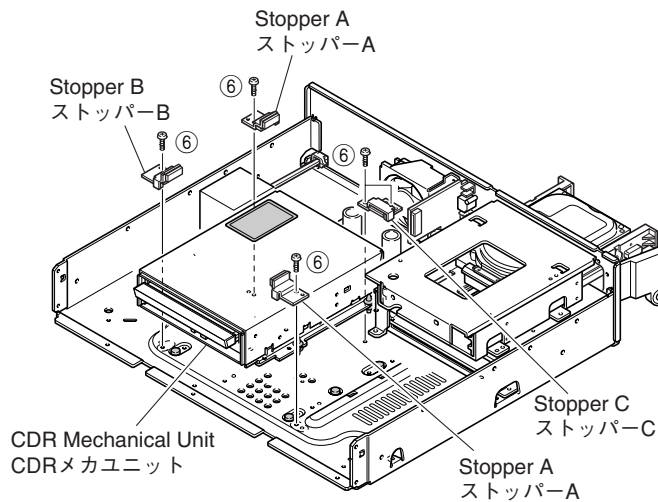

Fig. 5
- Remove 5 screws (6) and then remove each stopper. (Fig. 5)
- Remove the CDR mechanical unit rearward while lifting it up. (Fig. 5)
- ⑥のネジ5本を外し、各ストッパーを外します。(Fig. 5)
- CDRメカユニットを持ち上げながら後方へ取り出します。(Fig. 5)
- Install the CDR mechanical unit by inserting it from the rear. (Fig. 5)
- Using 5 screws (⑥), install each stopper. (Fig. 5)
- CDRメカユニットを後方より差し込んで取り付けます。(Fig. 5)
- ⑥のネジ5本で、各ストッパーを取り付けます。(Fig. 5)